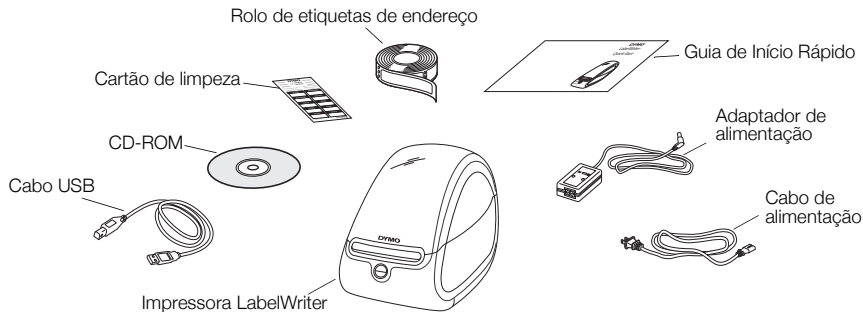

Figura 1
- 2 Verifique se foram fornecidos todos os itens mostrados na Figura 1 (As etiquetas incluídas na embalagem podem variar).